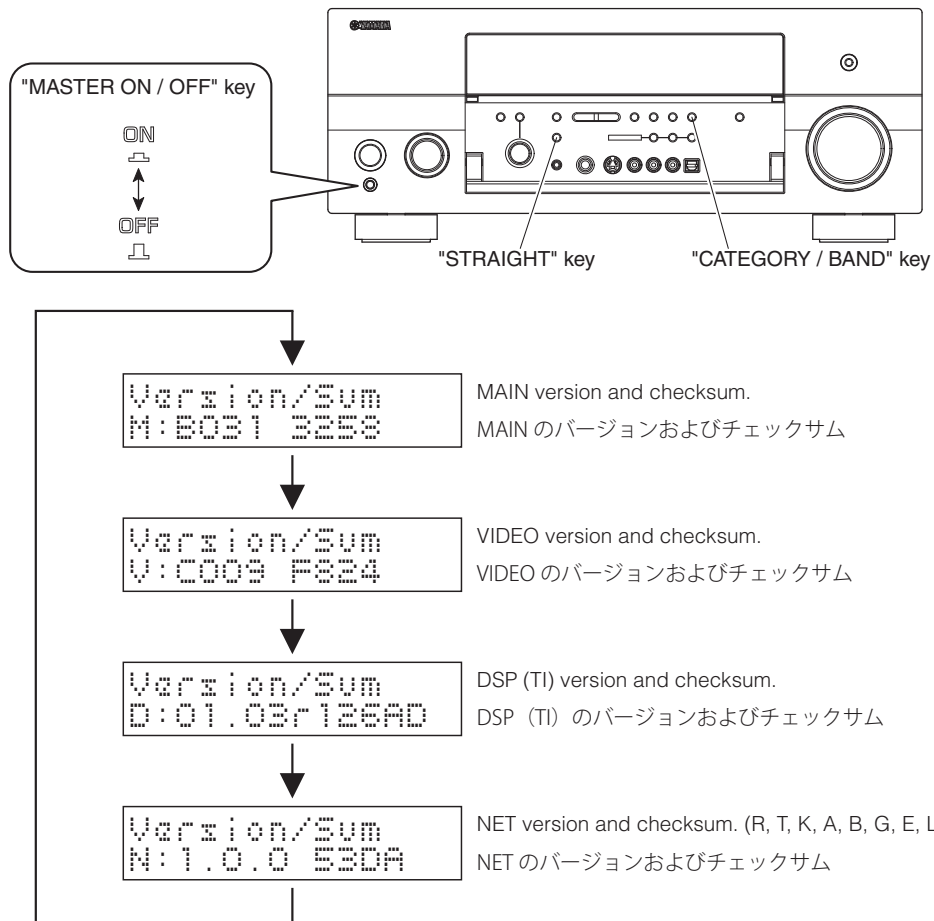

Fig. 6
1. Press the "MASTER ON/OFF" key of this unit while simultaneously pressing the "STRAIGHT" key of this unit. Then the **ADVANCED SETUP** mode is activated. (Fig. 6)
2. Keep pressing the "CATEGORY / BAND" key for about 3 seconds. (Fig. 6)
1. 本機の "STRAIGHT" キーを押しながら "MASTER ON/OFF" キーを押し、アドバンスドセットアップを起動します。(Fig. 6)
2. 本機の "BAND" キーを約3秒間押し続けます。(Fig. 6)